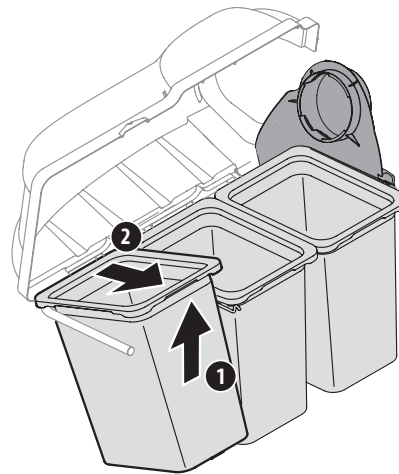

Figura 24
4. Retire las bolsas para césped, como se muestra en la Figura 24, levantando cada bolsa (1) y separándolas de la unidad de soporte de las bolsas (2).